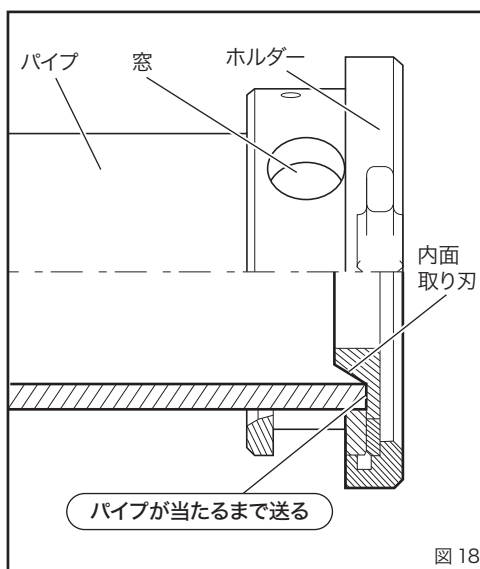

図 18
④ パイプがスクレーパーの奥に当たるまで送れば加工完了です。送りハンドルを反時計方向に戻してください。(図 18)